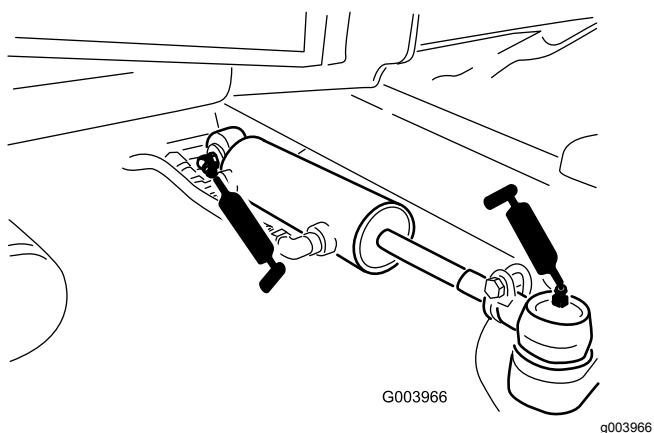

Figura 42
- Rótulas do cilindro de direção (2) (Figura 42)